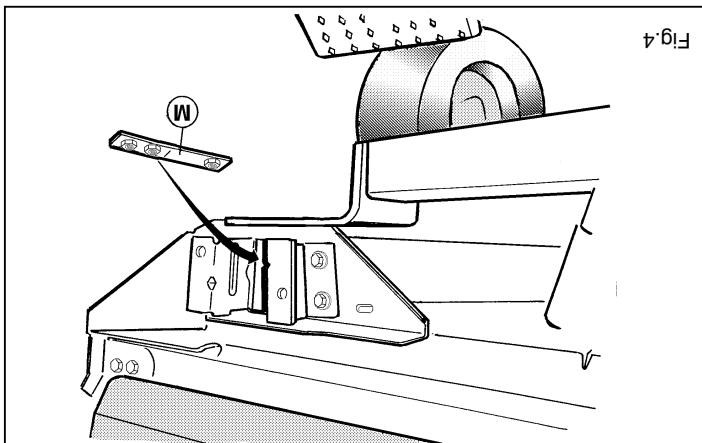

Fig. 4
2. Plaats de hulpstukken C aan de achterzijde van het achterpaneel t.p.v. het linker en rechter chassis. Bevestig acht bouten M10x30 inclusief sluitringen ø25x10.5x4 veerringen en moeren overeenkomstig schets. Schuif de contra's L en M in respectievelijk het linker en rechter chassis. Contra M is aangegeven in fig.4. Plaats de trekhaak en bevestig deze t.p.v. de punten B d.m.v. twee bouten M12x50 inclusief sluit-en veerringen.
2. Position parts C at the back of the rear panel at left and right of the chassis. Fit eight M10 x 30 bolts with 25 mm. dia. x 10.5 x 4 washers, spring washers and nuts, as shown in the sketch. Slide backplates L and M into the chassis at left and right, respectively. Backplate M is shown in Figure 4. Position the towbar and fix at points B with two M12 x 50 bolts with plain and spring washers.
2. Die Zubehörteile C an der Rückseite der Rückverschalung beim linken und rechten Fahrgestell anbringen. Acht M10x30-Schrauben einschließlich Unterlegscheiben, Drei Gegenplatte L und M in das linke zw. rechte Fahrgestell schieben. Die Gegenplatte M ist in Abb. 4 angegeben. Die Skizze befestigen. Die Gegenplatte L und M in das linke zw. rechte Fahrgestell schieben. Am Anfang vorrichtung anlegen und bei den Punkten B mit zwei M12x50-
3. Y compris les rondelles de blocage Ø25x10.5x4, les rondelles goutteuses L et M et les crocs conformément au schéma. Glissez les contre-plaques M respectivement dans les châssis droits et gauches. La contre-plaque M est indiquée à fig. 4. Positionner l'attache-remorque et la fixer à l'ensemble à deux boulons M12x50, y compris les placemant des points B à l'aide de deux boulons M12x50.